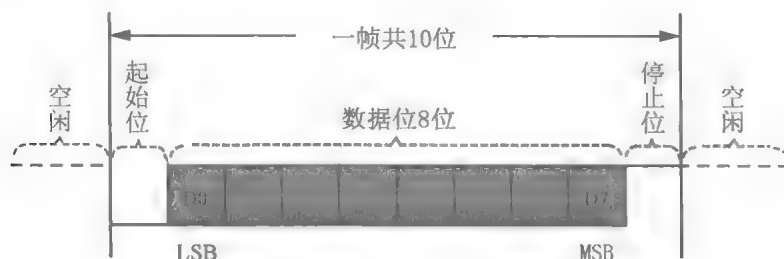

图 11.16 串行口方式 1 传送一帧数据的格式
(2) 串行口方式1 (8位UART)。
- 发送或接收一帧信息为 10 位: 1 位起始位 (“0”)、8 位数据位 (低位在前) 和 1 位停止位 (“1”)。帧格式如图 11.16 所示。